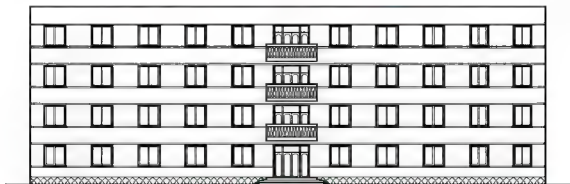

图 4.78 用【用户定义】图案填充
⑤ 按 Enter 键返回【图案填充和渐变色】对话框,单击【确定】按钮关闭对话框,结果如图 4.78 所示。